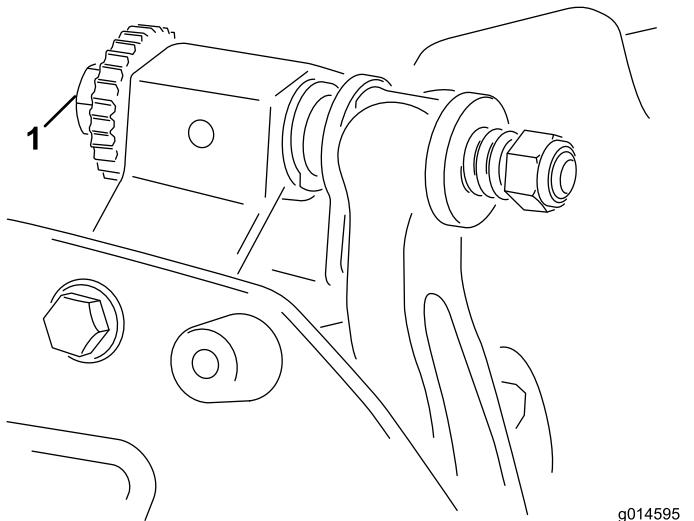

Рисунок 5
- A. Поворачивайте регулировочные винты неподвижного ножа по часовой стрелке (Рисунок 5) по одному щелчуку за раз до тех пор, пока не почувствуете или не услышите легкий контакт.
6. Поворачивайте правый регулировочный винт планки неподвижного ножа (Рисунок 5) до тех пор, пока не почувствуете легкое давление на регулировочной прокладке при перемещении ее из стороны в сторону. Удалите регулировочную прокладку.